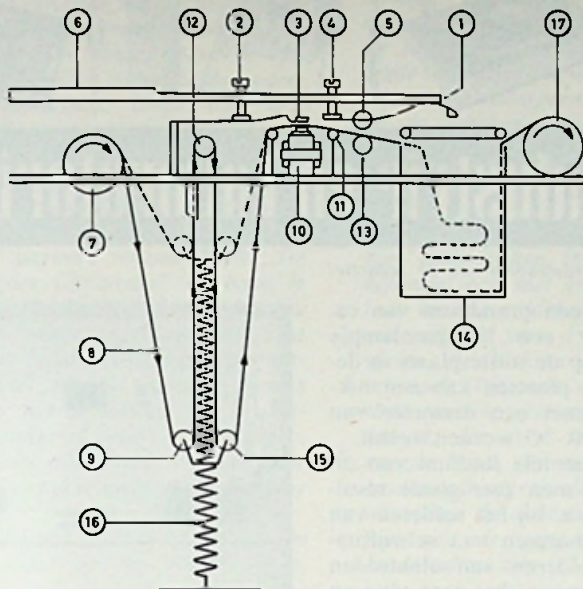

Fig. 3: Het bandtransport, gezien van rechts.
In fig. 3 is het mechanisme getekend, van opzij gezien, in de ruststand. De band (8) loopt als volgt: van de linkerspoel (7) die én in de ruststand én tijdens weergeven geblokkeerd is, via de onderste bandgeleidingsrol vóór (9), bovenste (12) en achter (15) naar de weergeefkop (10); dan via een bandgeleider (11), de toonas (13) en het magazijn (14) naar de rechterspoel (17). Als men op de toets (6) drukt, komt een aandrukrol (4) tegen de toonas, zodat de band gaat bewegen. Het aandrukvlit (3) drukt de